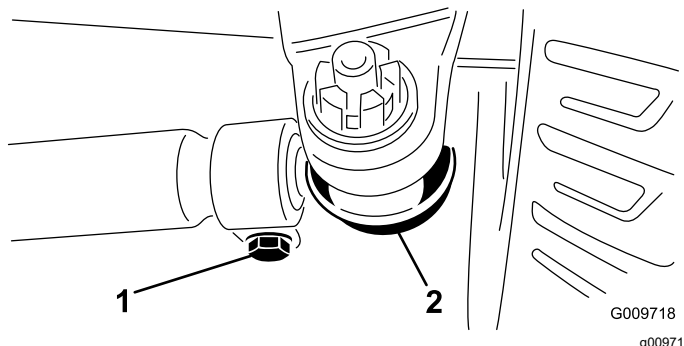

Figura 74
3. Para ajustar o alinhamento, remova o contrapino e a porca de cada uma das rótulas da barra de ligação (Figura 74).
5. Desaperte as abraçadeiras que estão em ambas as extremidades das barras de ligação (Figura 74).